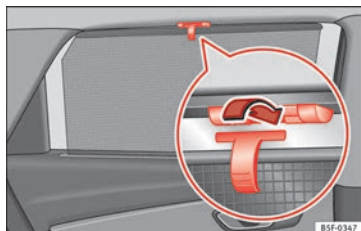

Fig. 102 Estore traseiro: cortina de proteção contra o sol.
- Desenrole a cortina e engate-a no gancho situado no centro da moldura superior da porta » **Fig. 102.**